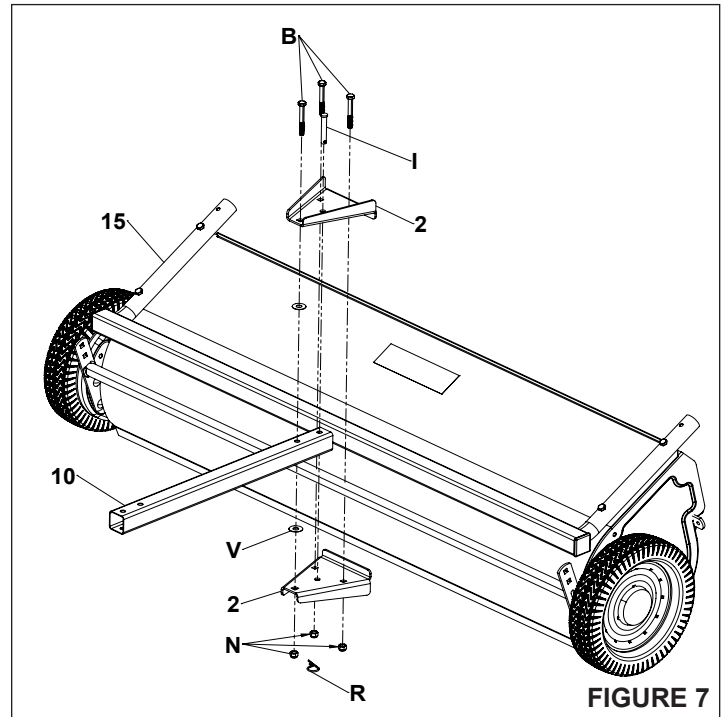

FIGURE 7
ÉTAPE 7: (VOIR LA FIGURE 7)
- Positionnez le tube de barre d'attelage (10) entre l'ensemble d'attelage soudé (15), comme illustré. Placez un support de barre d'attelage (2) au-dessus et un autre support de barre d'attelage (2) au-dessous du tube de barre d'attelage (10).
- Alignez les trous de montage et insérez trois boulons à tête hexagonale (B) à travers les supports de barre d'attelage, le tube de barre d'attelage et l'ensemble du rouleau.
- Posez la chevrette d'attelage (I), les rondelles (V), les écrous frein (N) et la goupille en R (R), comme le montre l'illustration.